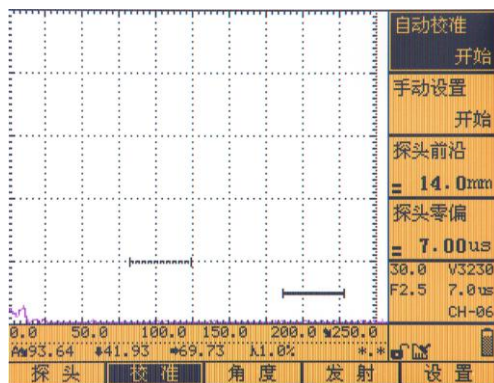
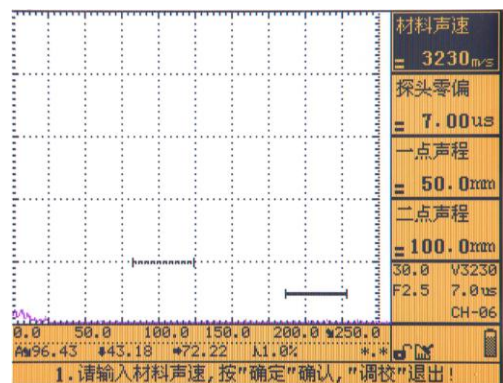

图 3.7
图 3.8
- (2) 利用【向下】键选择“探头频率”，左旋或右旋旋轮将探头频率设置为 2.5MHz，
- (3) 按【向下】键选择“晶片尺寸”，按击旋轮，左乘号左边的数字闪烁，左旋或右旋旋轮，将该数字设置为 9，再按击旋轮，乘号右边的数字闪烁，左旋或右旋旋轮，将该数字设置为 9，最后按【确认】键。
- (4) 通过【F2】键，选择“校准”主菜单，按【向上】或【向下】键选择“自动校准”子菜单。如图 3.7 所示，单击【确认】键或旋轮按照提示开始进入自动校准程序，如图 3.8 所示：